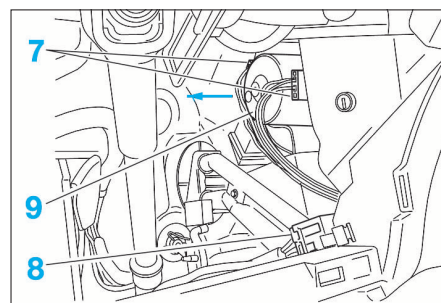

FIG. 12
- Déposer la vis (5).
- Basculer la rotule (6) pour la désaccoupler.
- Suivant équipement, débrancher les connecteurs électriques (7) (Fig.12).
- Déclipser le connecteur électrique (8) de la planche de bord.
- Déverrouiller le motoventilateur (9) en le faisant tourner dans le sens des aiguilles d'une montre.